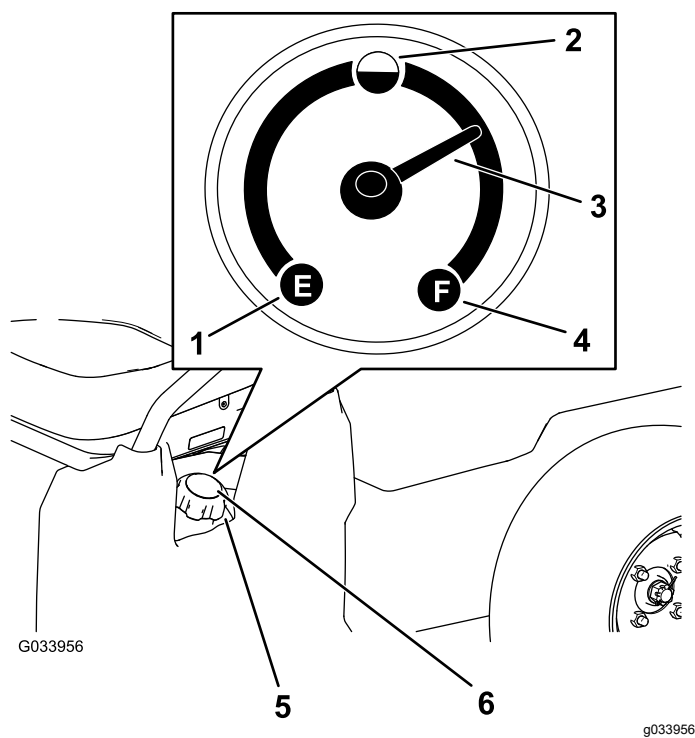

Figura 13
5. Limpie la zona alrededor del tapón del depósito de combustible (Figura 13).